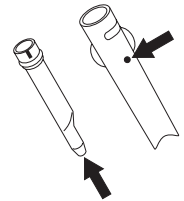

Figura 23
- Compruebe que los dos orificios (señalados con las flechas en la Figura 23) no estén obstruidos. Si fuera necesario, límpielos con una aguja o un alfiler.